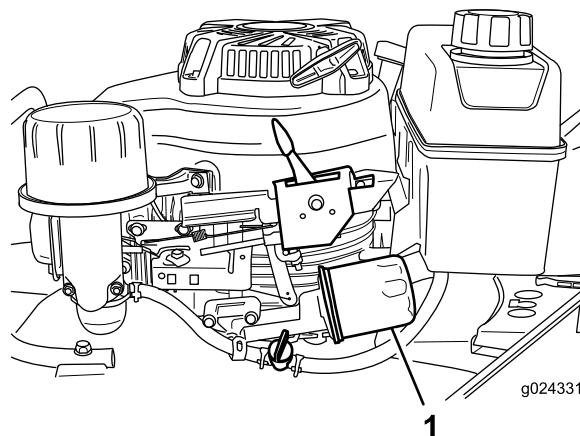

Figura 24
6. Coloque un trapo debajo del filtro de aceite (Figura 24) para recoger cualquier aceite que se salga al retirar el filtro.